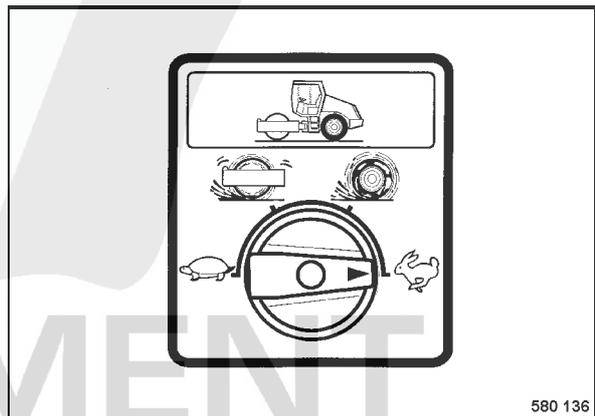

fig. 52
- Sélectionner la plage de vitesse (fig. 52) (machines DH et PDH sans dispositif antipatinage ASC).